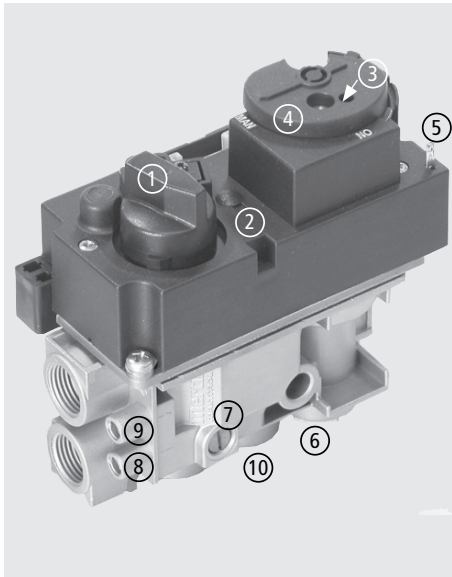

Abb. 2.32 Anschluss an den Gasregler
- b) Eingangsdruckmesspunkt öffnen durch Lösen der Verschlusschraube („Abb. 2.32 Anschluss an den Gasregler“ auf Seite 36).
- b) Ausgangsdruckmesspunkt öffnen durch Lösen der Verschlusschraube („Abb. 2.32 Anschluss an den Gasregler“ auf Seite 36).